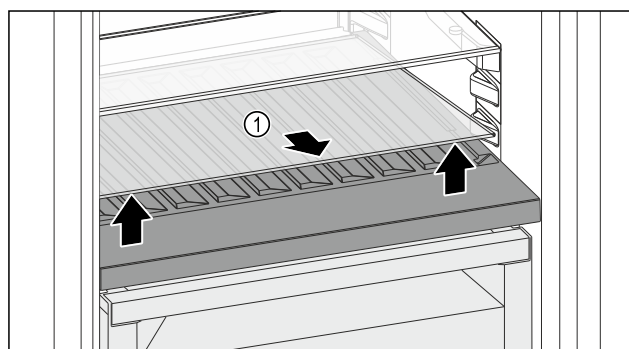

Fig. 114
- Приподнимите стеклянную пластину Fig. 114 (1) за выемку спереди и извлеките.
- Уложите стеклянную пластину Fig. 114 (1) на хранение вне устройства.